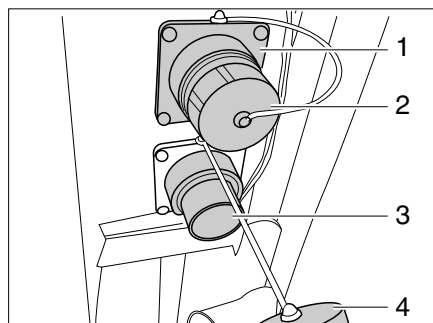

Bild 219 Wasser-Ablaufstutzen und Abwasser-Ablaufstutzen
- Abdeckkappe (Bild 219,2) am Wasser-Ablaufstutzen (Bild 219,1) durch eine viertel Umdrehung im Uhrzeigersinn entriegeln und abnehmen.
- Geeigneten Ablaufschlauch an den Wasser-Ablaufstutzen (Bild 219,1) montieren oder geeigneten Auffangbehälter unter den Wasser-Ablaufstutzen stellen.